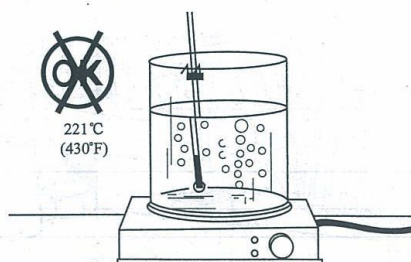

图 1-404 测定新机油的闪点
3) 新机油闪点为 221℃, 需要测定。测定时, 容器中的油温不允许超过 150℃, 不允许水滴入热机油容器, 防止伤人。测定新机油闪点, 见图 1-404。